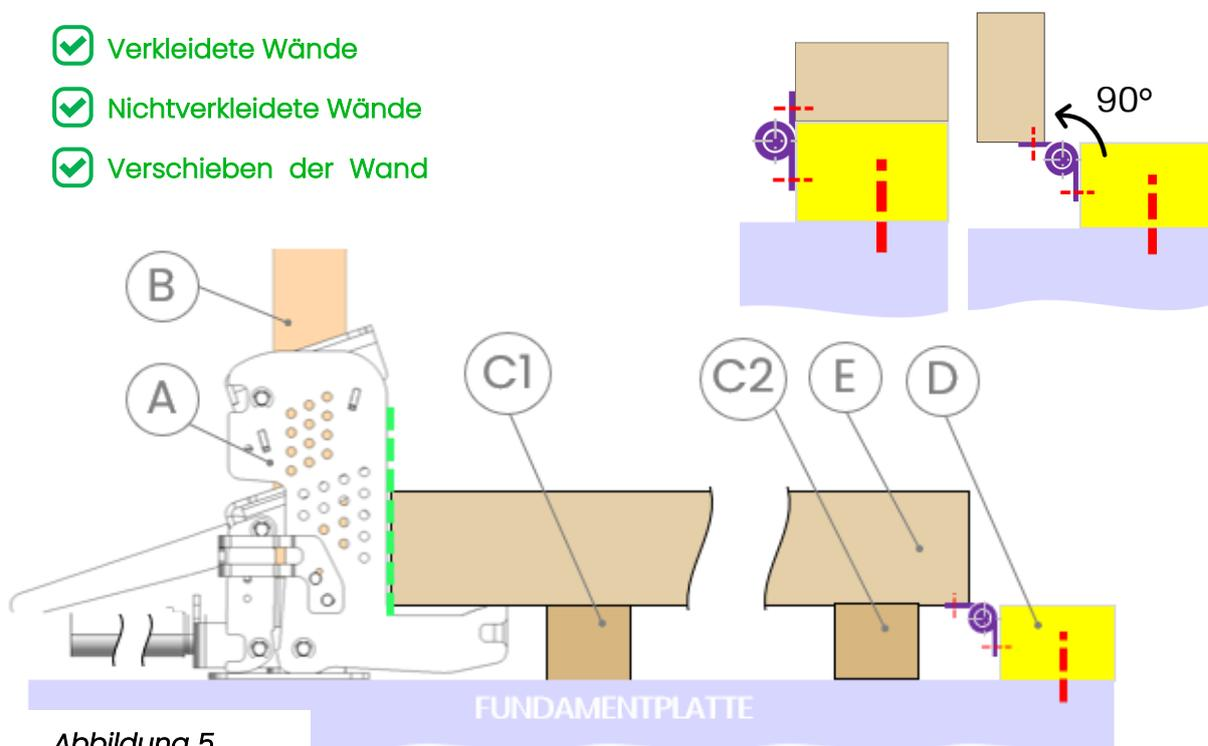

Abbildung 5
**DIE FUNDAMENTSCHWELLE (Abbildung 5, Buchst. (D)) MUSS